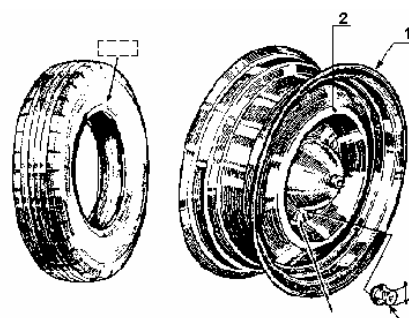

Fig. 2.
- l'enveloppe (fig. 2.a),
- la jante qui, solidaire du voile ou disque, forme la roue (fig. 2.b),